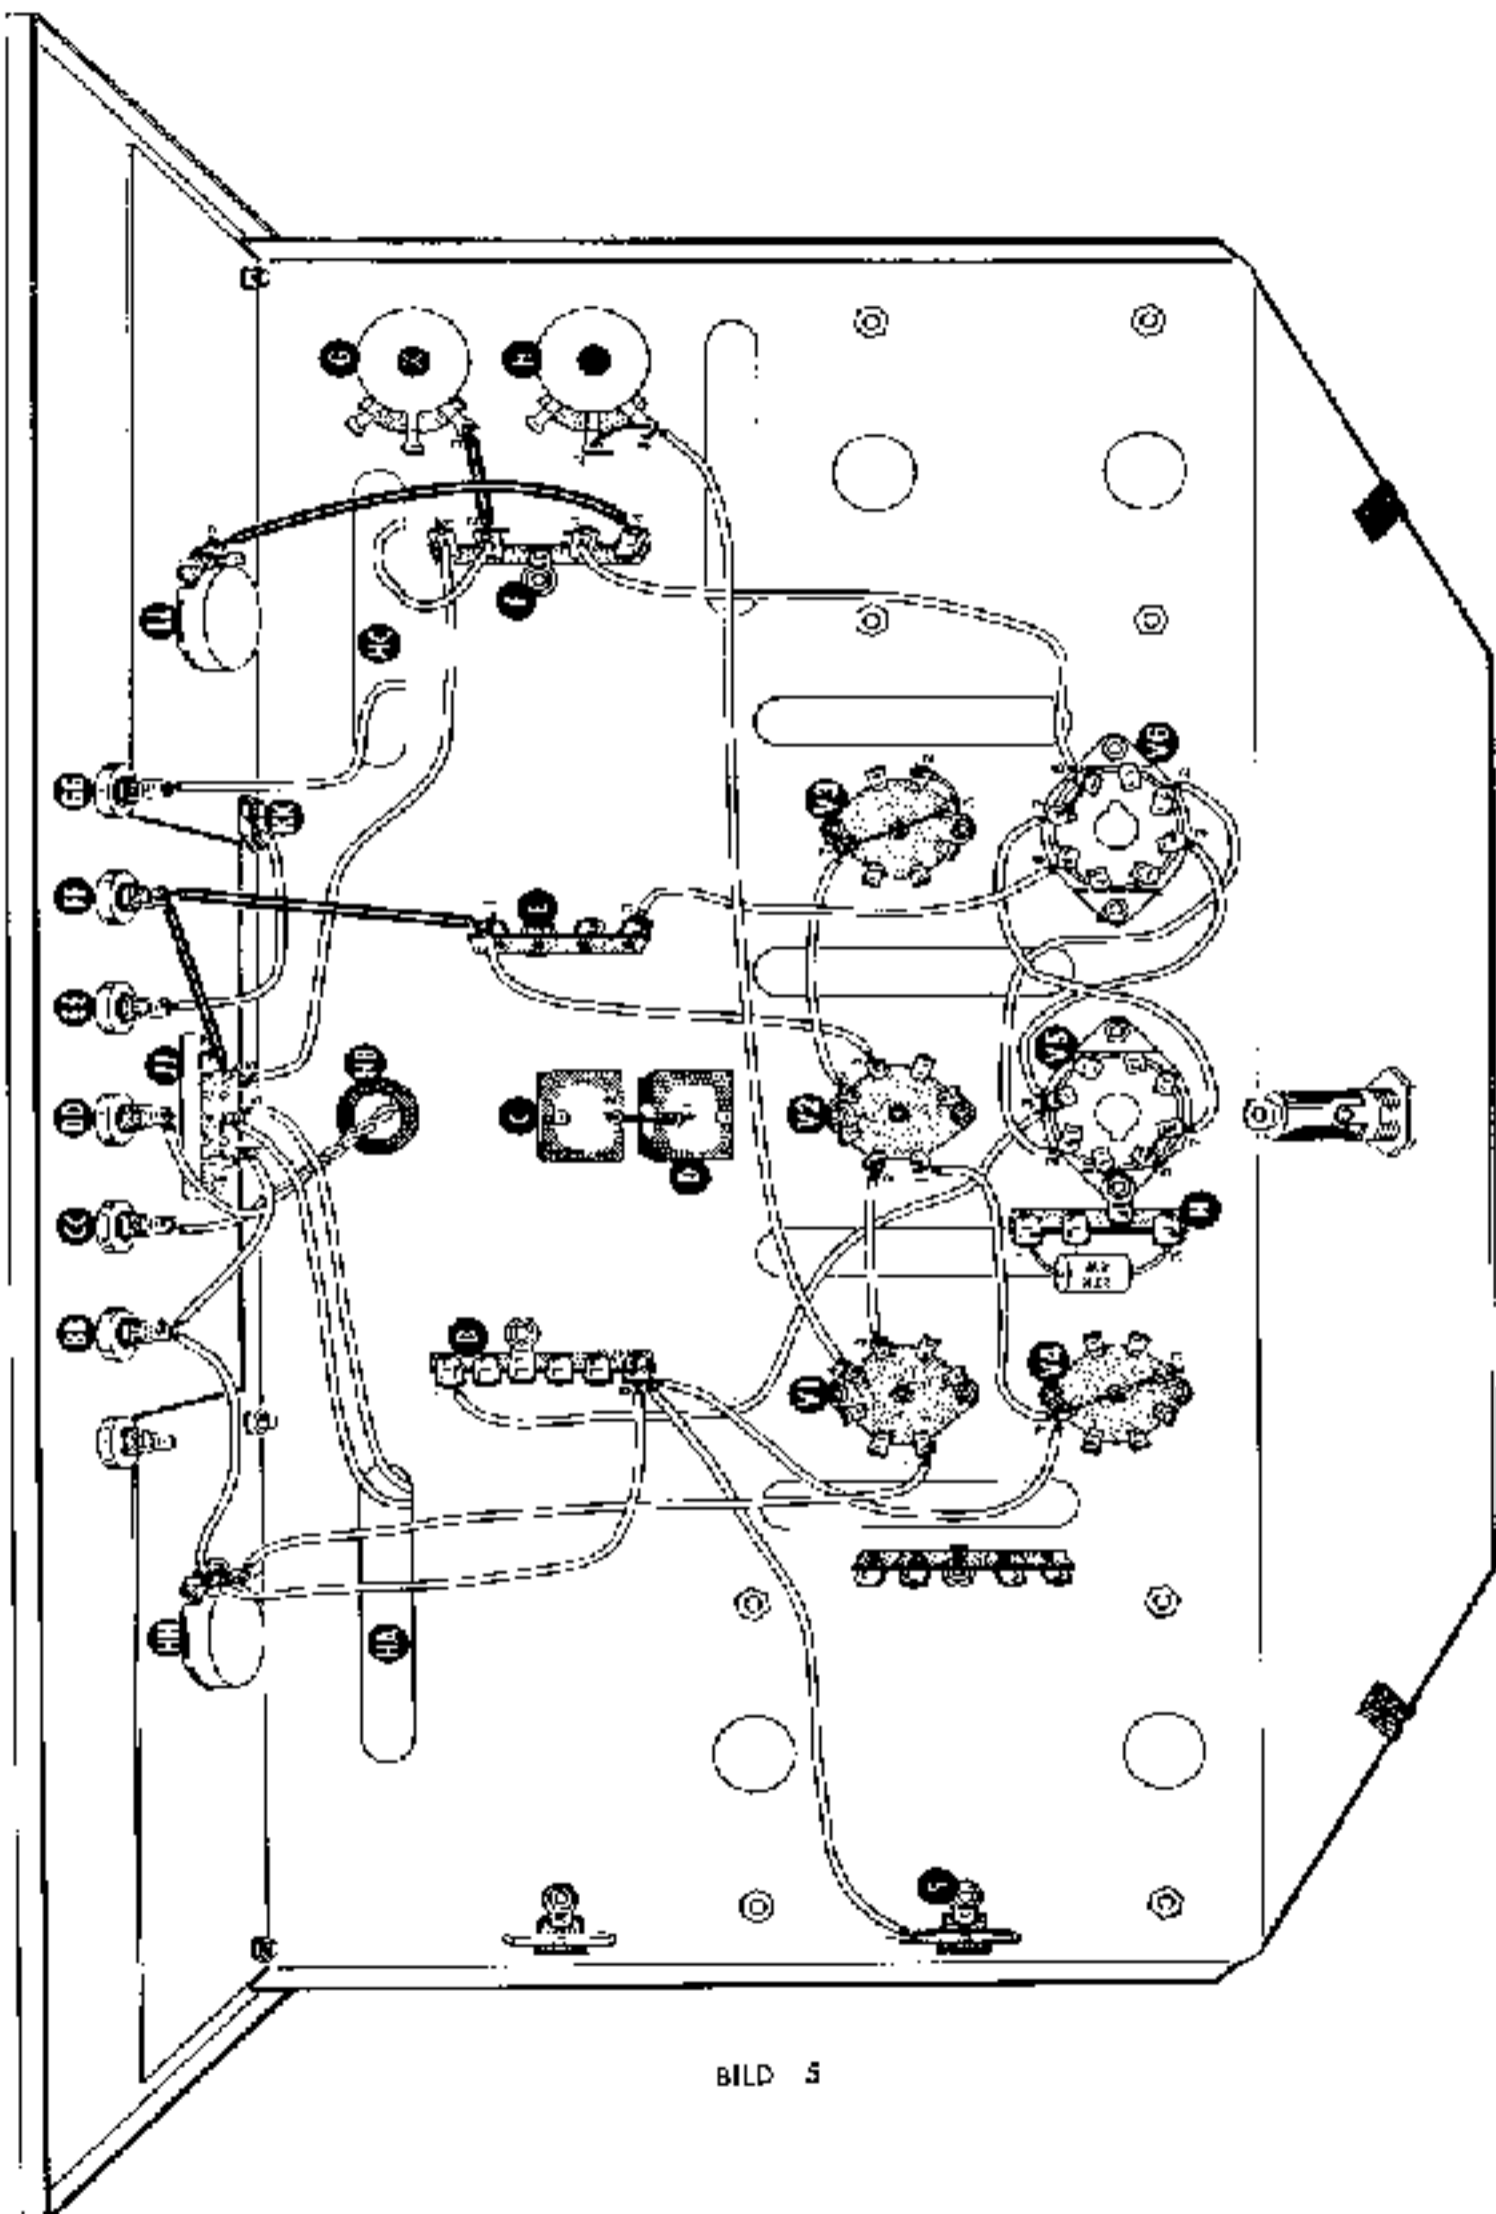

BILD 5
Die folgenden Schritte beziehen sich auf Bild 5.
- () Überziehen Sie den Anschlussdraht an der gekennzeichneten Seite eines $0,2 \mu\text{F}$ -Rollkondensators mit einem 3 cm langen Stück Isolierschlauch. Verbinden Sie diesen Anschlussdraht des Kondensators mit Lötfläche 6 (L-3) der Röhrenfassung V3, den anderen mit Lötöse 1 (NL) der Lötleiste E.
- () Kürzen Sie beide Anschlussdrähte eines $0,047 \mu\text{F}$ (47 nF)-Rollkondensators auf 3 cm Länge. Überziehen Sie beide Anschlussdrähte mit je einem 2,5 cm langen Stück Isolierschlauch. Legen Sie diesen Kondensator - wie aus Bild 5 hervorgeht - zwischen Lötfläche 1 (NL) der Röhrenfassung V3 und Lötfläche 8 (L-4) der Röhrenfassung V6. Achten Sie dabei auf die vorgeschriebene Lage der gekennzeichneten Seite dieses Kondensators.
- () Verbinden Sie den positiven (+) Anschlussdraht eines $20 \mu\text{F}/450 \text{ V}$ -Elektrolyt-Rollkondensators (Nr. 25-33) mit Lötöse 2 (NL) der Lötleiste F, den anderen Anschlussdraht mit Lötöse 1 (L-4) der Lötleiste E.
- () Suchen Sie aus dem Bausatz den $20+20 \mu\text{F}/350 \text{ V}$ -Elektrolyt-Rollkondensator heraus. Verbinden Sie den einen der beiden positiven (+) Anschlussdrähte über Lötöse 2 (NL) der Lötleiste E mit Lötfläche 1 (L-2) des Selen-Gleichrichters C, den anderen positiven (+) Anschlussdraht mit Lötöse 3 (NL) der Lötleiste E. Verbinden Sie nun den negativen (-) Anschlussdraht dieses Elektrolyt-Kondensators über Lötöse 3 (NL) mit Lötöse 2 (L-4) der Lötleiste F.
- () Verbinden Sie einen Anschlussdraht eines $680 \text{ k}\Omega$ -Widerstandes (blau-grau-gelb) über Lötfläche 1 (NL) mit Lötfläche 2 (L-1) des Reglers G, den anderen mit Lötfläche 1 (L-1) des Reglers LL. Verlöten Sie jetzt den ersten Anschlussdraht mit Lötfläche 1 (L-2) des Reglers G.
- () Überziehen Sie beide Anschlussdrähte des $150 \text{ k}\Omega$ -Messwiderstandes (1%) mit je einem 22 mm langen Stück Isolierschlauch. Legen Sie diesen Widerstand zwischen Polklemme AA (NL) und Lötfläche 1 (L-2) des Schiebeumschalters JJ.
- () Legen Sie einen $22 \text{ k}\Omega$ -Widerstand (rot-rot-orange) zwischen Lötfläche 2 (L-1) des Reglers HH und Polklemme AA (NL).